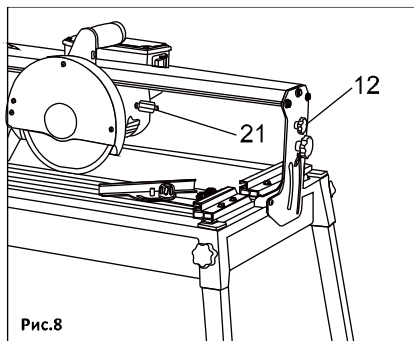

Рис.8
- Ослабьте крепительную гайку (12, Рис. 8).
- Снимите опорный винт (21, Рис.8).